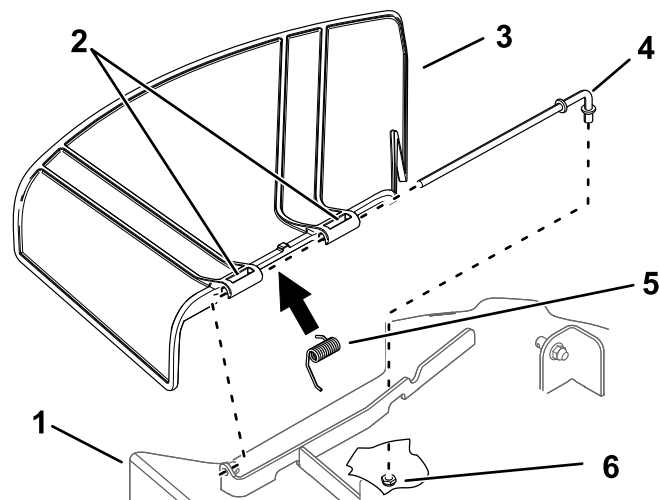

Figure 68
- Sortez la tige du support du tablier, du ressort et du déflecteur d'herbe (Figure 68).
- Montez le nouveau déflecteur d'herbe (Figure 68).
- Insérez la tige dans le second pivot du déflecteur d'herbe (Figure 68).
- Fixez l'extrémité arrière de la tige dans le tablier de coupe à l'aide d'un écrou (3/8 po), comme montré à la Figure 68.
- Retirez l'écrou (3/8 po) de la tige, sous le tablier de coupe (Figure 68).